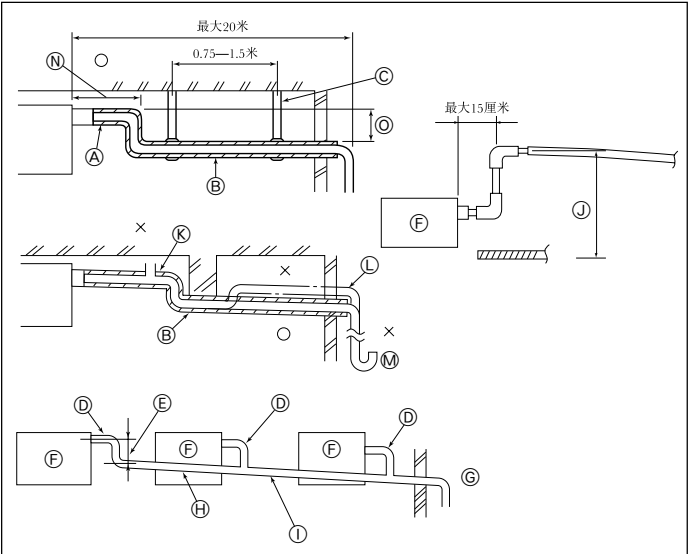

Fig. 3-4
3.3. 排水管作业 (Fig. 3-4)
- ① 正确配管
② 错误配管
③ 绝缘材料（9毫米或者以上）
④ 斜度（1/100或者以上）
⑤ 支承金属件
⑥ 排气孔